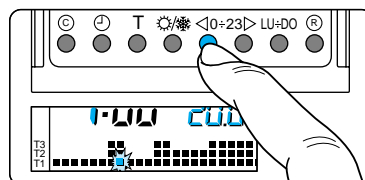

Fig. 36
8.3 - Tramite i pulsanti <0÷23> spostare il segmento lampeggiante ☀ alle ore 0 sul grafico del programma giornaliero (fig.36).
liero (fig.36).